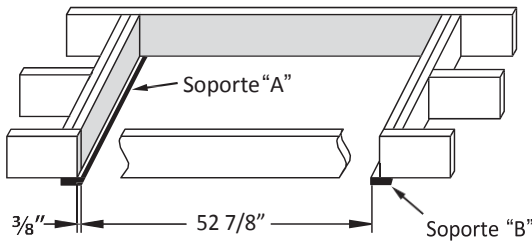

FIGURA 5: Vista desde arriba
Primero localice el soporte "A", al final de donde va la bisagra de la puerta de la escalera. El borde del soporte "A" debe extenderse 3/8" a la abertura en el techo, como se muestra en la figura 5. Asegúrese que ambas pijas penetren el cabezal a través del techo
B. Mida desde el borde interior del soporte "A", posicione y asegure el borde interior del soporte "B" a 52 7/8" (Figura 5). Asegúrese de que ambas pijas penetren el cabezal por encima del techo.